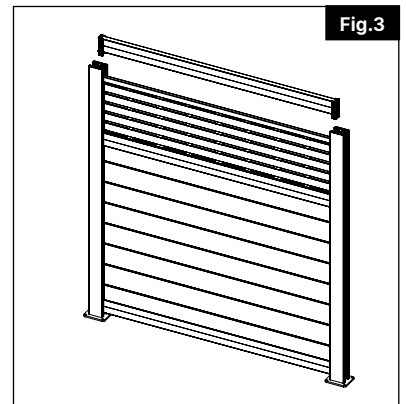
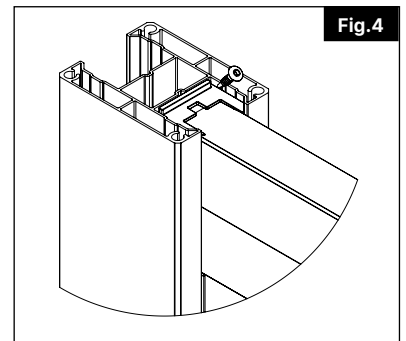

Fig.3
Fig.4
4. Installez la traverse supérieure en faisant glisser les supports dans les rainures des poteaux. Arrêtez le support lorsque le haut du support est au même niveau que le haut du poteau. Installez une vis n° 10 × 1,9 cm (¾ po) en angle à travers le support et dans la paroi intérieure du poteau (fig. 3 et fig. 4).